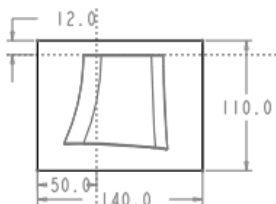

图 2.4 截面草图
(3) 进入截面草绘环境后，系统弹出“参考”对话框，选取 **MOLD_RIGHT** 基准平面和 **MAIN_PARTING_PLN** 基准平面为草绘参考，然后单击 **关闭(C)** 按钮，然后绘制图 2.4 所示的截面草图。完成绘制后，单击“草绘”操控板中的“确定”按钮 .
(4) 选取深度类型并输入深度值。在操控板中选取深度类型  (对称)，在深度文本框中输入深度值 110.0 并按 **Enter** 键。
(5) 在操控板中单击  按钮，则完成拉伸特征的创建。